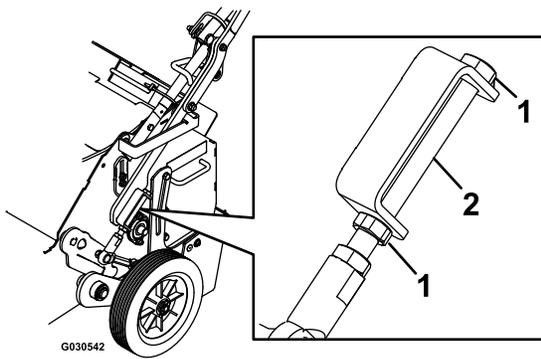

Рисунок 20
6. Ослабьте контргайки на регулировочном болте (Рисунок 20).